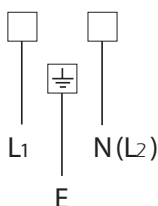

Figure 6
- *Raccordez un câble d'alimentation neuf, de type et de section adaptés, sur le bornier en suivant le schéma de la Fig. 6.*